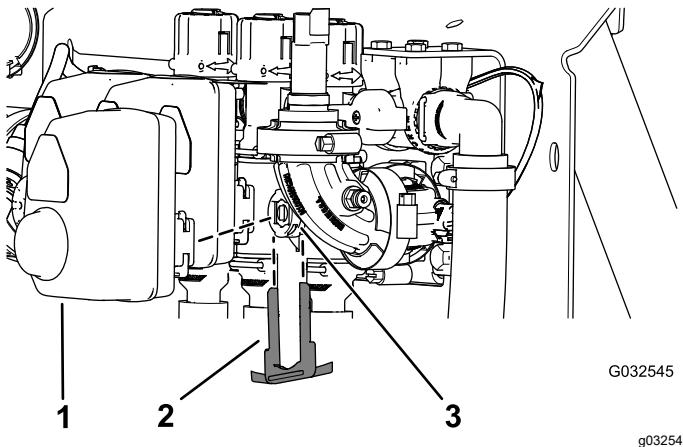

Bild 122
2. Entfernen Sie den Arretierbügel, mit dem der Aktuator am Verteilerventil für das Abschnittventil oder das Rührwerkventil befestigt ist (Bild 122).